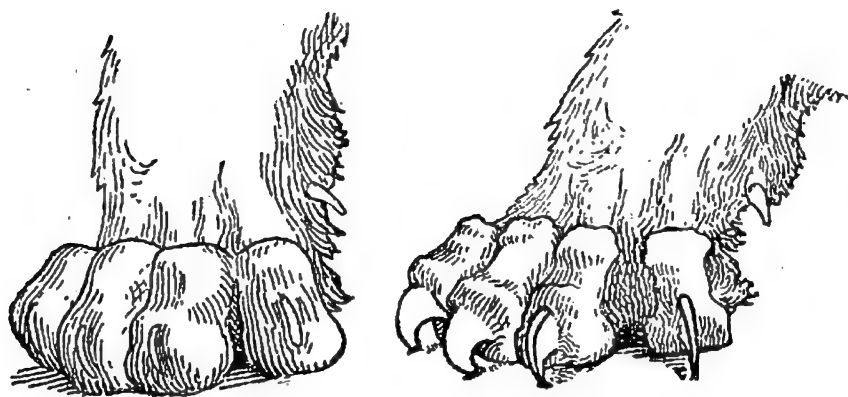

Fig. 5. — Les griffes du chat.
**4. Les griffes.** — Les pattes du chat (*fig. 5*) sont grosses et fortes. Elles se terminent par 5 doigts qui forment en-dessous de petits coussinets de chair roses ou bruns grâce auxquels le chat peut marcher sans faire aucun bruit.